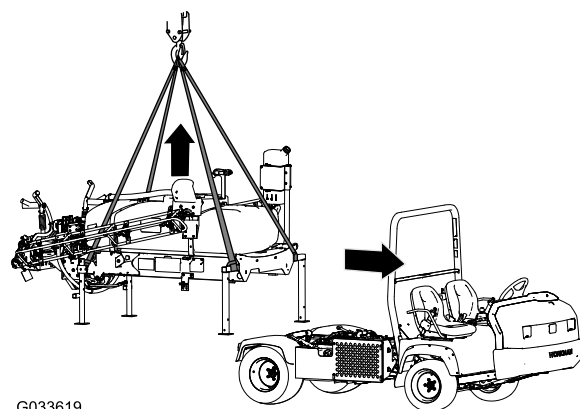

Figure 120
1. Abaissez les rampes à environ 45° et faites les pivoter en avant (Figure 120).
5. Attachez le matériel de levage aux tubes horizontaux des jambes de support avant et le montant vertical aux jambes de support arrière (Figure 120).
7. Levez le patin de la cuve à une hauteur suffisante pour éviter le patin de la machine (Figure 120).